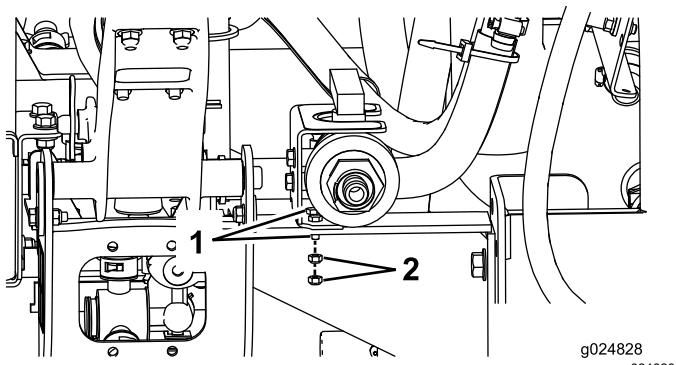

Figura 34
6. Instale a válvula de esfera e o suporte de montagem da válvula na máquina com 2 parafusos de cabeça sextavada (6 x 16 mm) e 2 porcas flangeadas (6 mm) Figura 34.